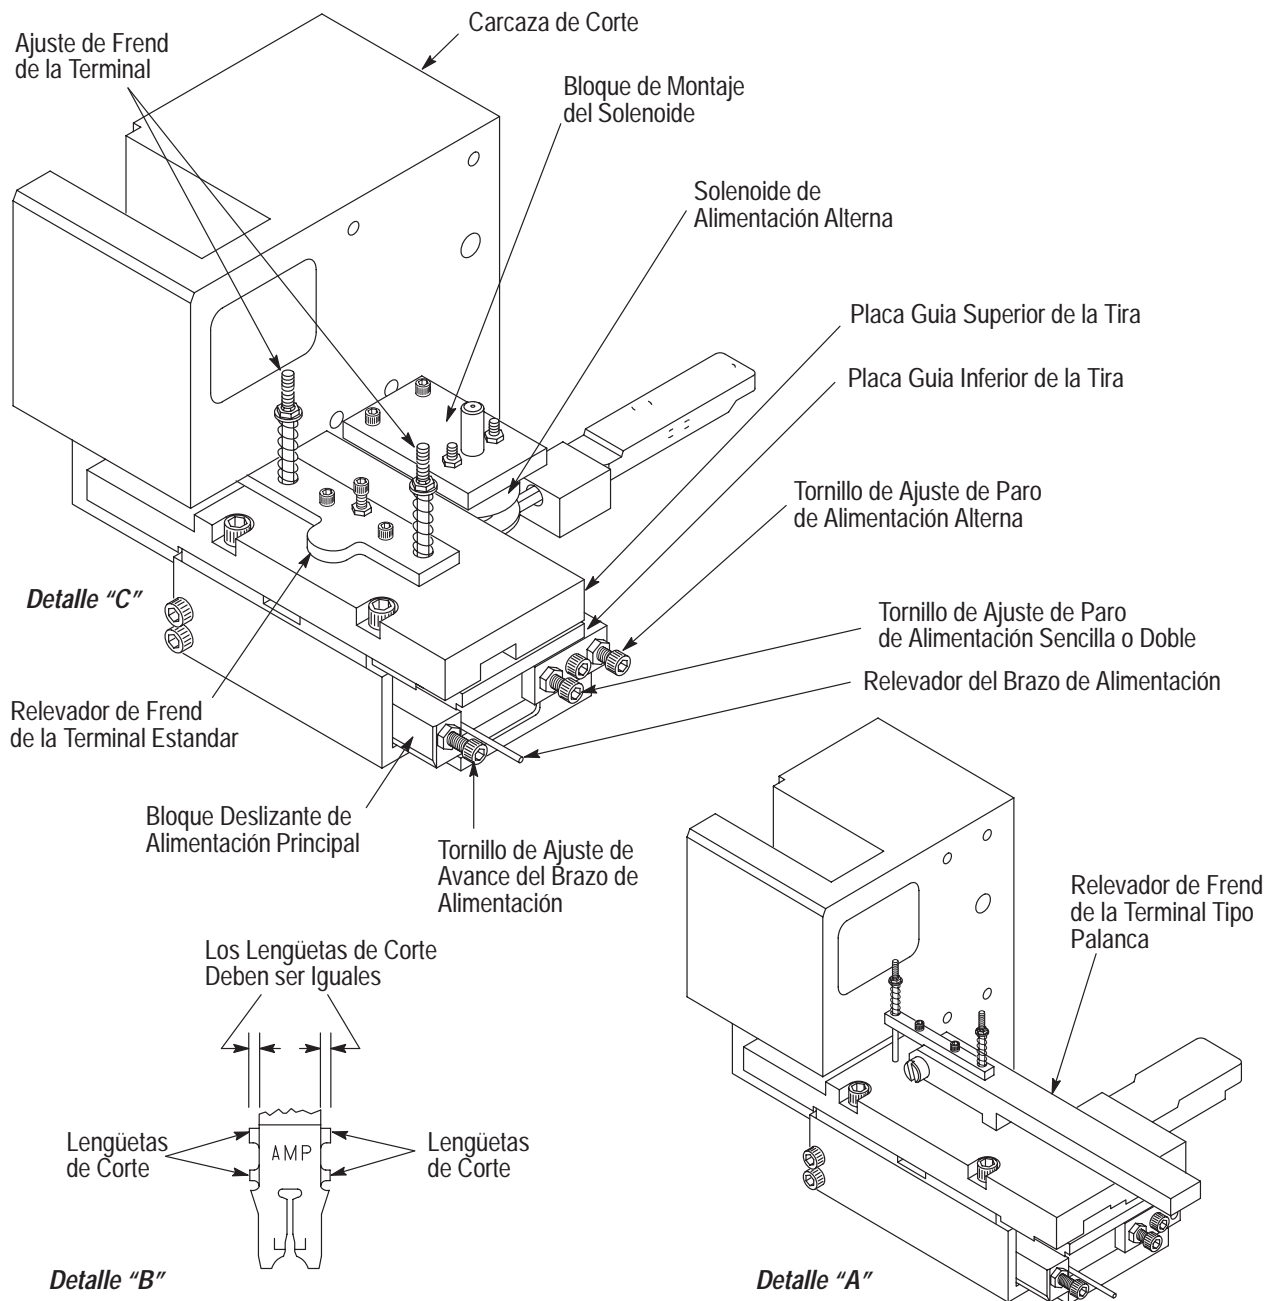

Figura 6-1. Localización de Ajustes del Mecanismo de Alimentación
Módulos equipados con la opción de alimentación doble contienen un solenoide de alimentación alterno el cual determina el número de terminales que son avanzadas dentro del “área objetivo” (ver Figura 6-2). Cuando se desenergiza, el solenoide de alimentación alterno (L-4) actúa como un tope mecánico para limitar el viaje del bloque de alimentación principal (ver Figura 6-1).
Localizado entre el bloque de alimentación principal y la carcasa de corte está un resorte de compresión el cual aplica una carga al bloque cuando es accionado hacia adelante. El propósito del resorte es eliminar sobrecorridas de la terminal cuando avance dentro del “área objetivo” (ver Figura 6-2). El resorte ayuda a producir cortes iguales (como se muestra en la Figura 6-1).
6.3. Ajustes del Mecanismo de Alimentación de la Terminal (Figura 6-1)
- **Módulos No Equipados con Solenoide de Alimentación Alterno** (Figura 6-1)